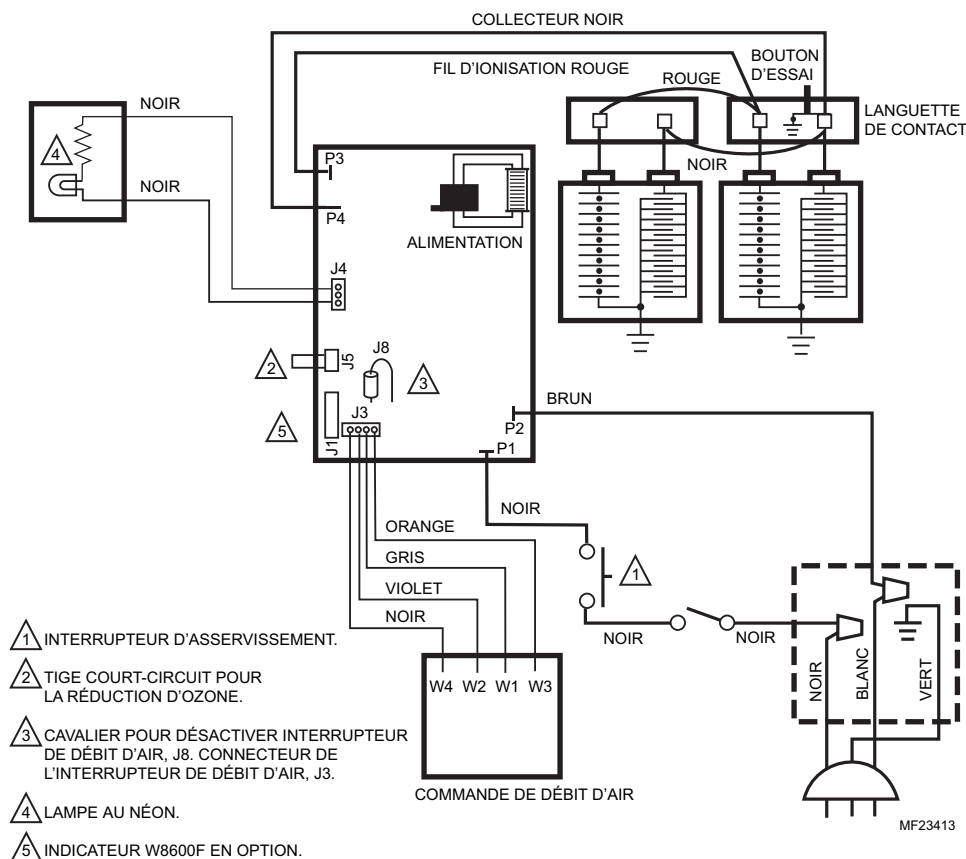

Fig. 10. Schéma interne du filtre à air électronique avec le W8600F.
- Lorsque le ventilateur du système se met en marche, l'interrupteur à débit d'air détecte une pression négative dans la gaine d'air et met le filtre à air sous tension. Si l'alimentation du filtre à air est commandée par un autre interrupteur, l'interrupteur à débit d'air peut être mis hors service en débranchant le connecteur J3 de l'interrupteur de débit d'air et en coupant le cavalier J8 du bloc d'alimentation. Voir la Fig. 10.
- ❑ Brancher le filtre à air électronique directement dans la prise ayant la tension et la fréquence indiquées. Voir la Fig. 10 pour observer le schéma de raccordement interne.